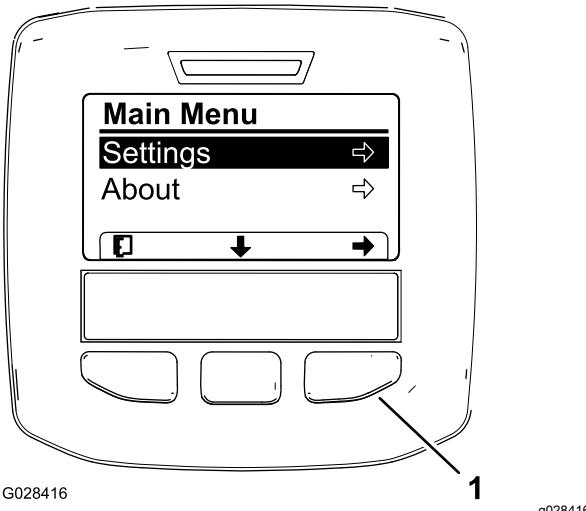
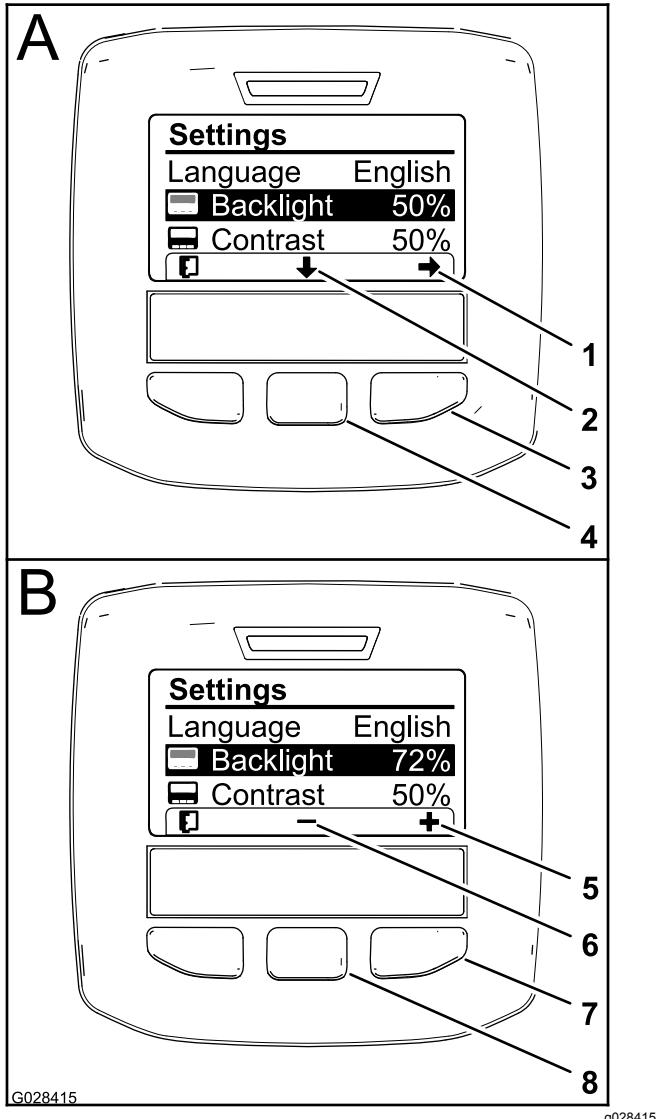

Figura 62
Figura 64
3. Premete il pulsante di selezione centrale per accedere al menu Principale (Figura 62).
5. Premete il pulsante di selezione sinistro per salvare la /le vostra/e selezione/i, uscire dal menu Impostazioni e tornare al menu Principale (Figura 62).
rivolta verso il basso nel display) per spostare l'opzione selezionata verso le impostazioni della Retroilluminazione (Figura 64).
3. Premete il pulsante di selezione destro per visualizzare il contesto della regolazione del valore (Figura 64).
4. Usate il pulsante di selezione centrale e il pulsante di selezione destro per modificare il livello di luminosità del display (Figura 64).
5. Premete il pulsante di selezione sinistro (il pulsante sotto l'icona dell'elenco nel display) per salvare la vostra selezione, uscire dal menu della Retroilluminazione e tornare al menu delle Impostazioni (Figura 64).
6. Per regolare il livello del contrasto del display, premete il pulsante di selezione centrale (il pulsante sotto l'icona a forma di freccia rivolta verso il basso nel display) per spostare l'opzione selezionata verso le impostazioni del Contrast (Figura 64).
7. Premete il pulsante di selezione destro per visualizzare il contesto della regolazione del valore (Figura 64).
8. Premete il pulsante di selezione sinistro (il pulsante sotto l'icona dell'elenco nel display) per salvare la vostra selezione, uscire dal menu del Contrast e tornare al menu delle Impostazioni (Figura 64).
9. Premete il pulsante di selezione sinistro per uscire dal menu Impostazioni e tornare al menu Principale (Figura 62 e Figura 64).
10. Premete il pulsante di selezione sinistro per tornare alla schermata iniziale (Figura 64).